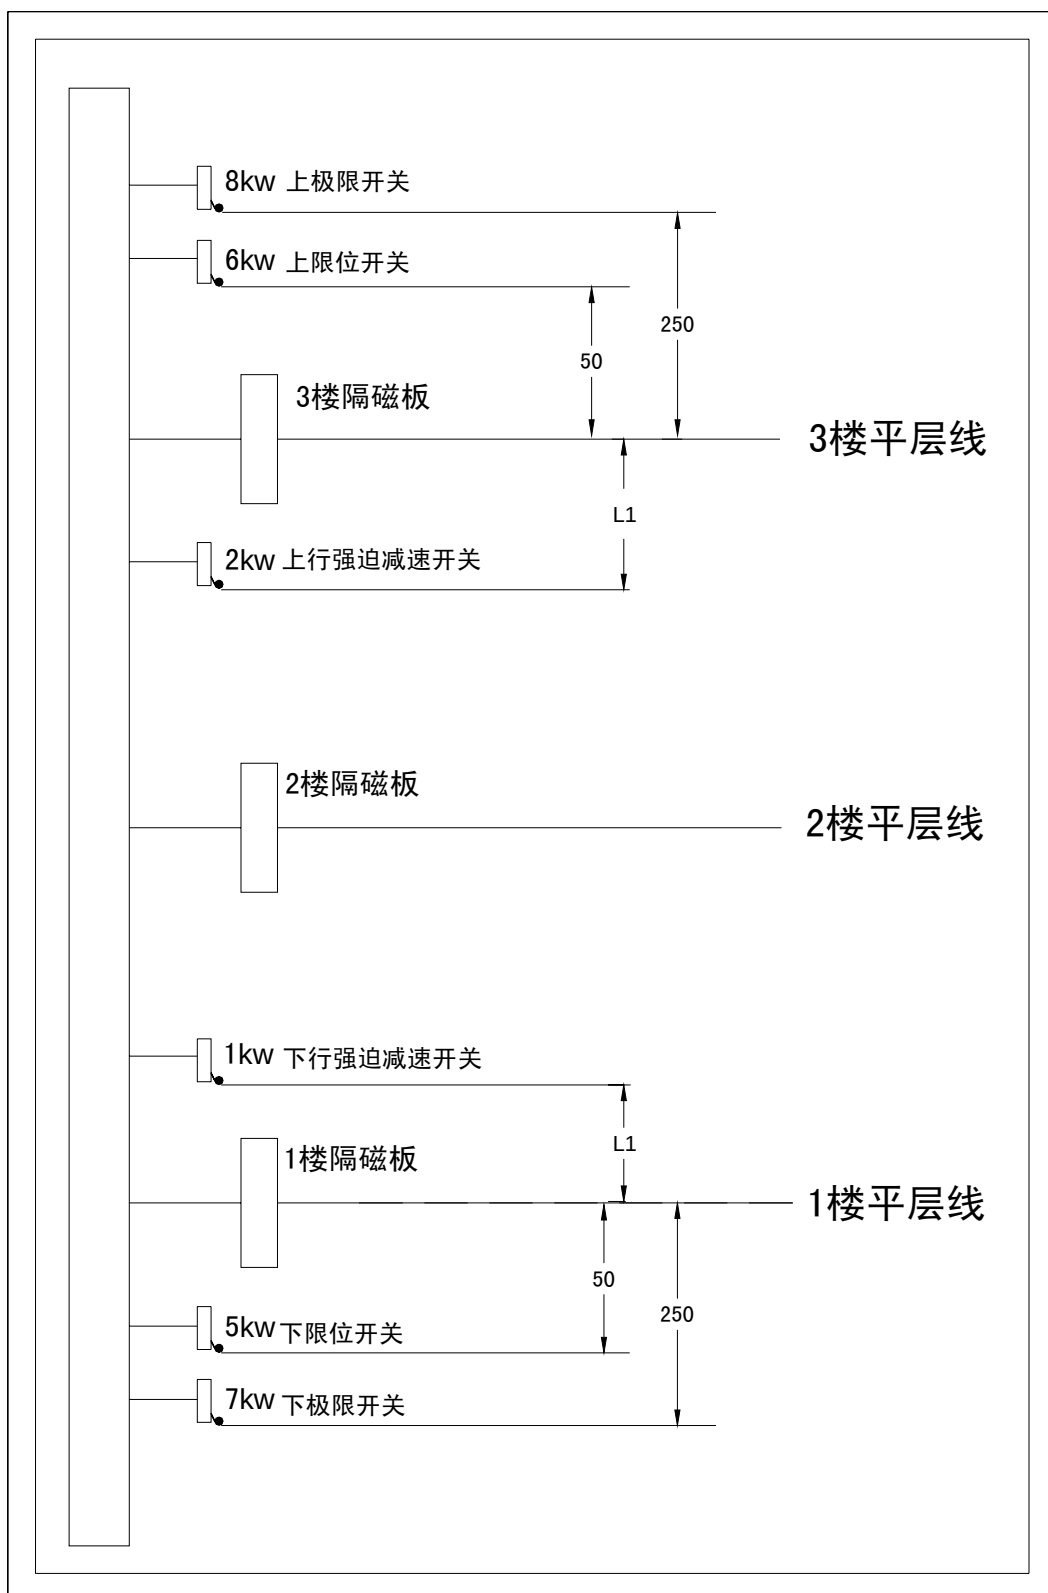

图 3.2 双速模式方式二井道开关布置示意图
* 提示: 表 3.1 列出了常见梯速下, 减速距离的推荐值, 实际安装时减速板和强迫减速的安装位置可以表 3.1 为参考, 并请参考双速模式井道开关布置示意图 3.2。